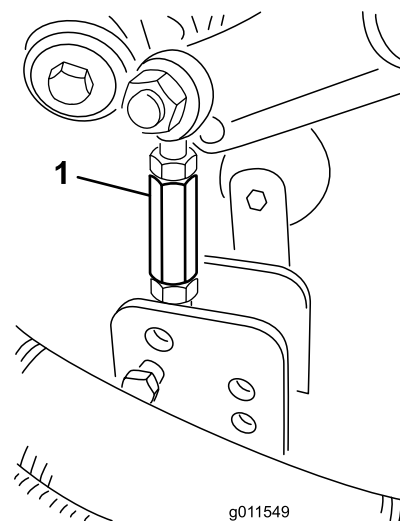
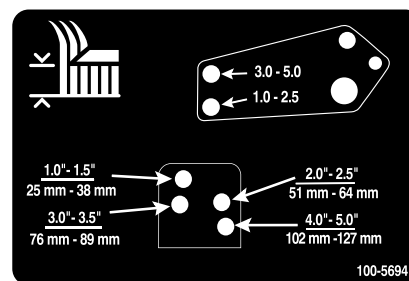

Figure 26
Figure 27
8. Enlevez les goupilles fendues et les axes de chape qui fixent les biellettes d'amortisseurs aux supports du plateau de coupe (Figure 26). Alignez les trous de la biellette d'amortisseur et ceux du support de hauteur de coupe sélectionnés dans le cadre du plateau de coupe (Figure 27), puis insérez les axes de chape et posez les goupilles fendues.